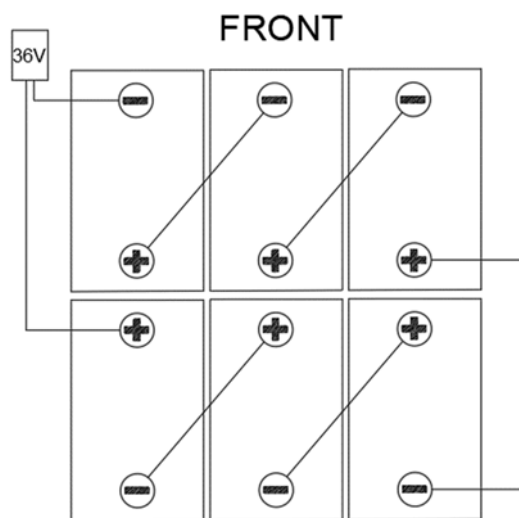

Figura 5
A máquina requer seis baterias de 6V, conectadas e instaladas nas posições mostradas na Figura 5.
A máquina é fornecida com cabos adequados para instalar 6 baterias de 6V. Coloque cuidadosamente as baterias no compartimento e instale-as corretamente como mostrado na Figura 5. Colocar a placa fixa da bateria corretamente.
8. Encaminhe e instale o cabo da bateria como mostrado na Figura 5, e aperte a porca em cada terminal da bateria.